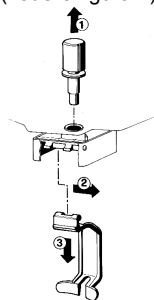

figura 4
- 8 - **Rubinetto a gravità:** sfilare (1) il pistone e quindi smontare (2-3) la leva comando rubinetto (vedere figura 4).